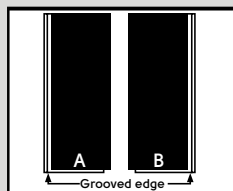

Fig. 3
3. Abra varias cajas/cartones del material. Los tabloncillos estarán marcados "A" y "B" en el reverso (diagrama de abajo). Separe los diferentes tabloncillos en pilas manteniendo los bordes en la misma dirección. Mueva los tabloncillos aleatoriamente de cada pila para conseguir un aspecto más natural, para su instalación (Fig 3).